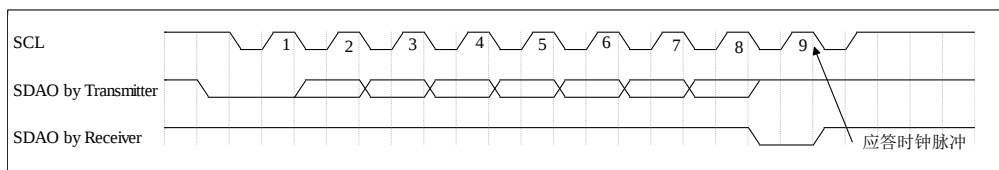
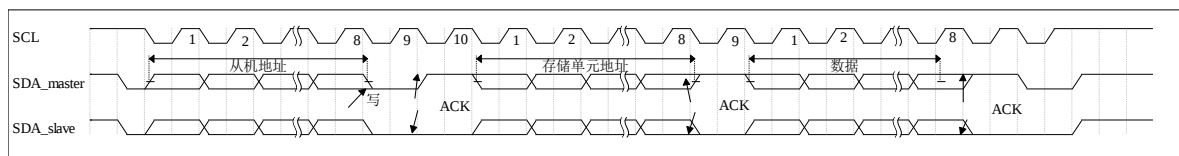
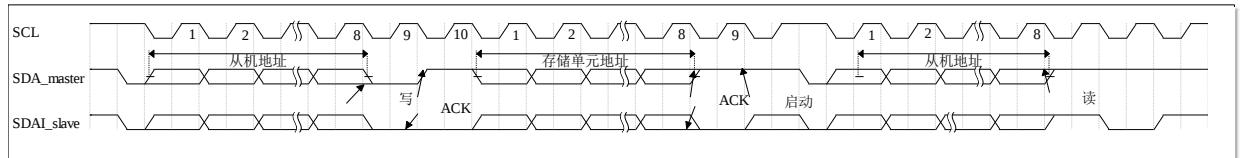
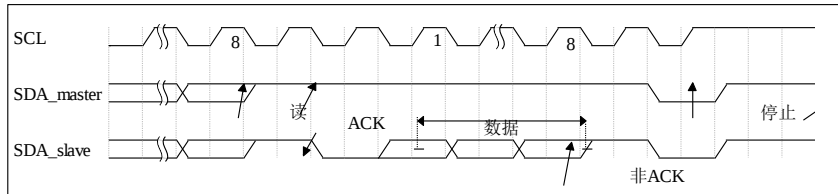

图 12-2 I2C 总线上应答时序图
图 12-3 I2C 写数据时序图
图 12-4 I2C 读指定地址数据的时序图 1
图 12-5 I2C 读指定地址数据的时序图 2（时序接着上图）
- （5）应答信号：在接收到一个字节的的数据后，通常需要发出一个应答信号。在发出一个字节的的数据后，通常需要接收一个应答信号。发送方在应答时钟脉冲期间释放 SDA 线，接收方拉低 SDA 线，并且在 SCL 的高脉冲期间保持为 0，如图 12-2 所示。I2C 读写控制器必须有产生一个与这个应答位相联系的额外的时钟脉冲。在读操作中，读写控制器对 I2C 完成的最后一个字节不产生应答位，但是会有一个结束信号。
发送方：满足启动条件后，从 SDA 线先后串行写入 I2C_CTRL[i2c_saddr]，I2C_CTRL[i2c_r_wn] = 0 写操作，应答，I2C_CTRL[i2c_maddr]，应答和 I2C_CTRL[i2c_data]、应答，最后是停止信号。参考图 12-3 I2C 写数据时序图。
满足启动条件后，从 SDA 线先后串行写入 I2C_CTRL[i2c_saddr]，I2C_DATA[i2c_r_wn]=0 写操作，应答信号，I2C_DATA[i2c_maddr]，应答。重新启动，I2C_CTRL[i2c_saddr]，I2C_DATA[i2c_r_wn]=1 读操作，应答。接收方回复读取的数据 I2C_DATA[i2c_data]，非应答，最后是停止信号。参考图 12-4 和图 12-5。
在数据传输过程中，若没有应答或产生其他错误，i2c_error 标志将被置位，如果设置 I2C_CTRL 寄存器中的 i2c_error_en 位，将产生中断。图 12-2 是 I2C 应答时序图，图 12-3 和图 12-4 分别是 I2C 的写数据和读指定地址数据的时序图。